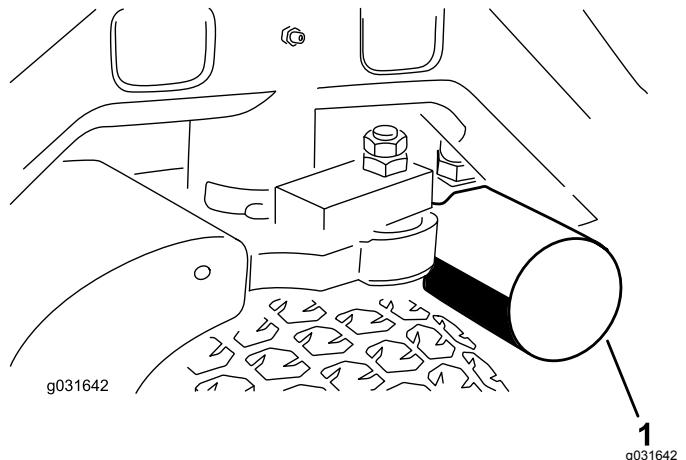
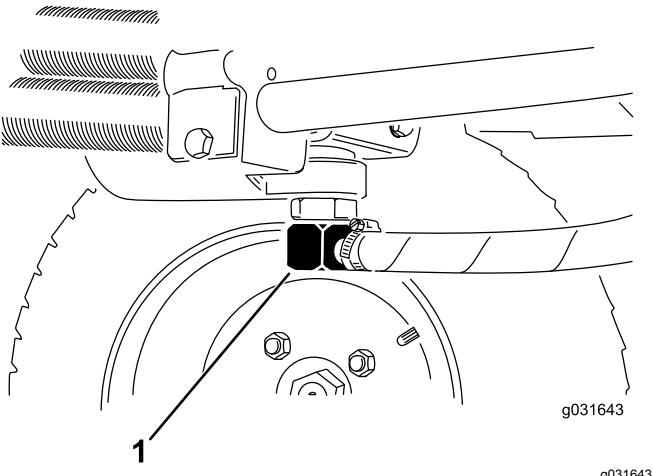

Figura 65
Figura 66
3. Limpe em torno da área de montagem do filtro, coloque um recipiente de escoamento debaixo do filtro e retire o filtro (Figura 65).
2. Desconecte as linhas hidráulicas ou retire o filtro hidráulico e deixe que o fluido hidráulico escorra para dentro de um recipiente de escoamento (Figura 65 e Figura 66).
3. Instale as linhas hidráulicas quando o fluido parar de escorrer (Figura 66).